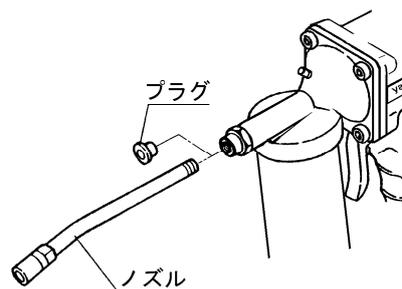

Fig.1
- 2) 本体吐出口部 (Rc1/8 ネジ) のゴミよけプラグを取外し、ノズルをねじ込んでください。(Fig.1)